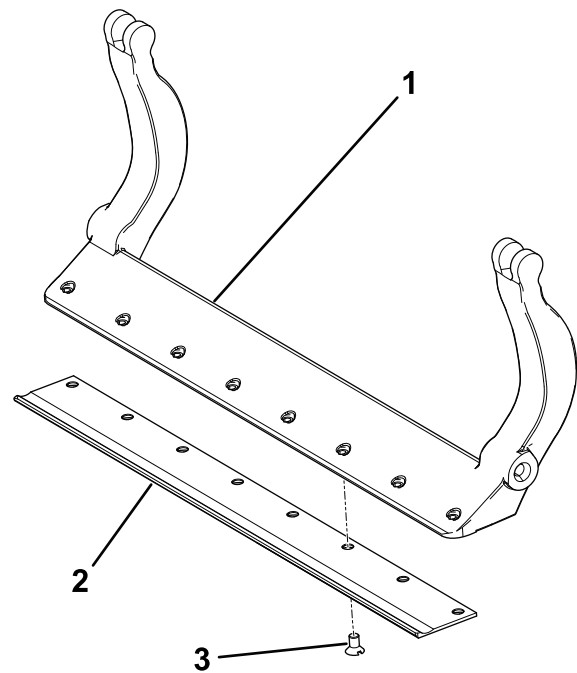

Figura 34
3. Applicare un composto antigrippaggio sulle viti e montate la controlama sulla barra di appoggio come segue (Figura 34):